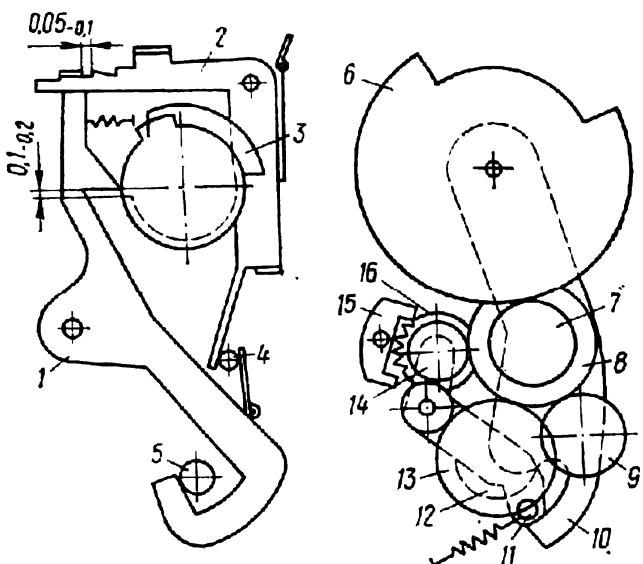

Рис. 23. Положение деталей тормозного механизма на выдержке 1/125 с:
5.2.56. Проверить зацепление шестерен тормозного механизма при трех положениях выступа рычага 1 (рис. 23): на нижней, средней и верхней ступенях кулачка 3. При проверке развернуть шестерню 6 так, чтобы выступ рычага 1 находился над нижней ступенью кулачка 3, образуя с ней зазор не менее 0,2 мм. В этом случае плечо рычага 1 должно находиться на нижней ступени рычага 2, а противоположное плечо рычага 2 отводить ось 4 вместе с рычагом 10, вследствие чего шестерни 7 и 9 выходят из зацепления с шестернями 13 и 14. Такое положение шестерен соответствует выдержкам от 1/125 до 1/1250 с.
кулачка 3 (рис. 23)
5.2.74. Установить заводную головку на выдержку 1/125 с и взвести затвор, при этом шестерни тормозного механизма должны войти в зацепление (см. рис. 23). Выступ рычага 1 должен находиться над нижней ступенью кулачка 3. При этом должен быть за-
зор между выступом рычага 1 и подъемной плоскостью средней ступени не менее 0,1 мм (см. рис. 23). Плечо рычага 1 должно лежать на нижней ступени рычага 2. Регулировку производить разворотом кулачка 3 согласно п. 5.2.73.
5.2.78. Установить выдержку 1/125 с. При этом выступ рычага 1 (рис. 23) не должен касаться подъемной плоскости кулачка 3 (см. рис. 23).